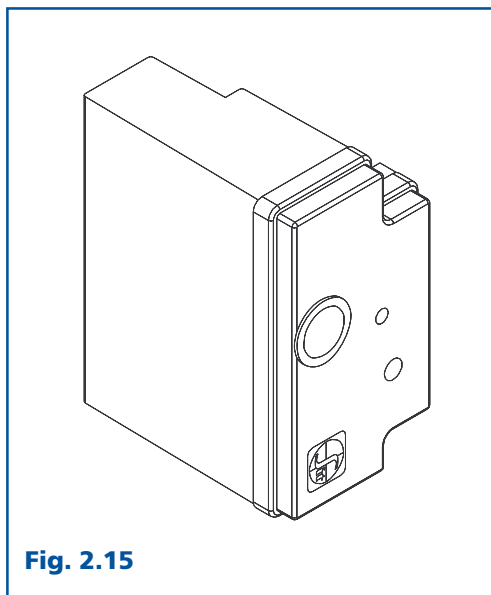

Fig. 2.15
2.11 Apparecchiatura controllo fiamma (Fig. 2.15)